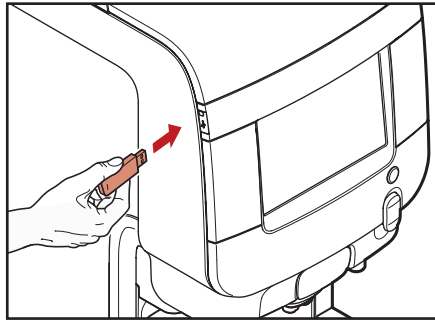

Fig. 6.1 - Sett inn operatør-USB-nøkkelen
- Sett inn operatør-USB-nøkkelen (fig. 6.1.)